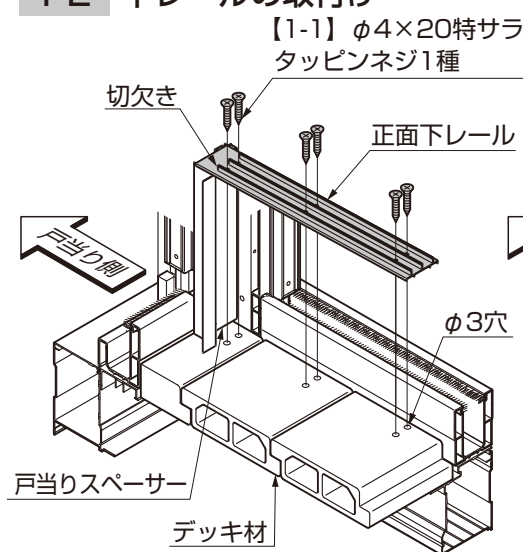
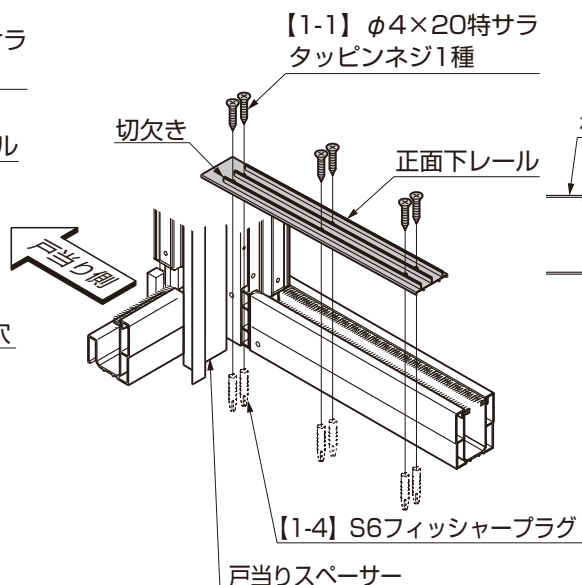

図1-21 インナーデッキ仕様
図1-22 土間・デッキ仕様
（図1-21、図1-22参照）
- 土間仕様の場合の正面下レール取付けには、【1-4】を使ってください。（図1-22参照）